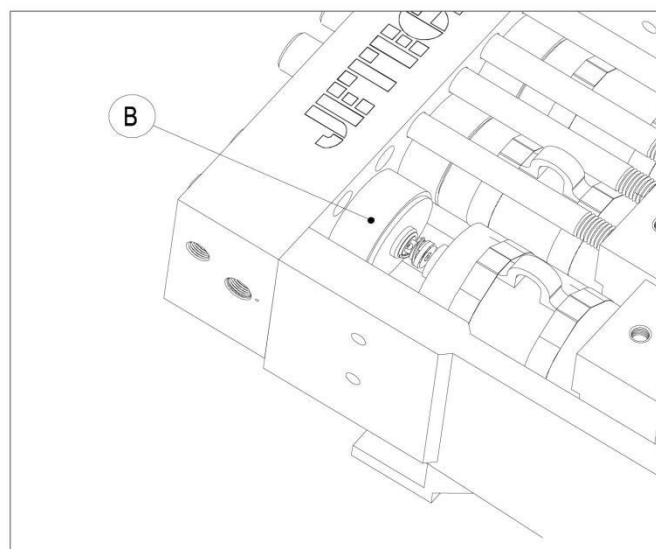

图 21
5) 使阀总成与泵头的子口处定位，一定要小心，不要让阀总成倾斜。(图 21)